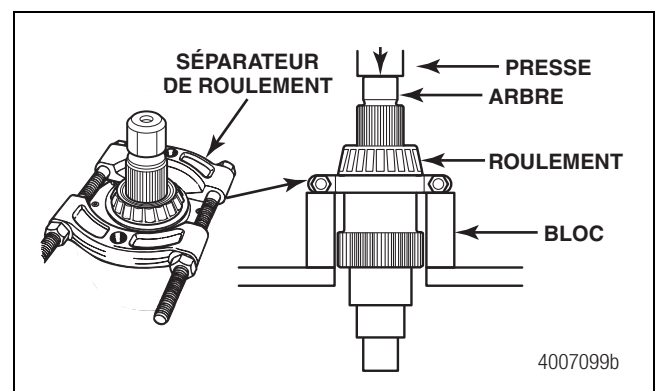

Figure 4.21
- Glisser un séparateur de roulement ou autre outil approprié sous le roulement à rouleaux coniques avant. Figure 4.21.
- Placer et supporter correctement l'arbre de sortie dans une presse. Figure 4.21.